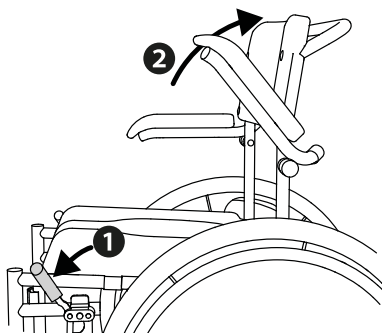

Abb.13
2. Die Armlehnen können zum leichteren Ein- und Aussteigen einfach nach hinten geschwenkt werden (2, Abb.13).